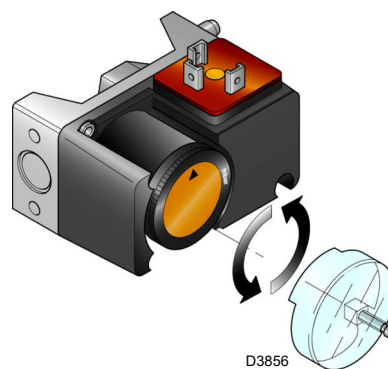

Fig. 33
- Regolare il pressostato gas di massima (Fig. 33 a pag. 32) a fine scala.
Eseguire la regolazione del pressostato gas di massima (Fig. 33) dopo aver effettuato tutte le altre regolazioni del bruciatore con il pressostato gas di massima regolato a fine scala.